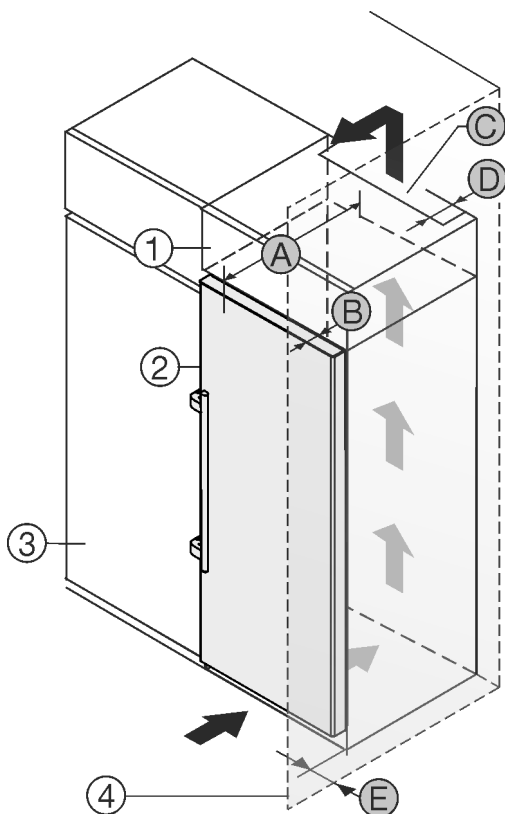

Fig. 2
Sie können das Gerät direkt neben dem Küchenschrank *Fig. 2 (3)* aufstellen.\*
An der Rückseite des Aufsatzschrankes muss ein Abluftschacht mit der Tiefe *Fig. 2 (D)* über die gesamte Aufsatzschrankbreite vorhanden sein.\*
Unter der Raumdecke muss der Entlüftungsquerschnitt *Fig. 2 (C)* eingehalten werden.\*
Wenn Sie das Gerät mit den Scharnieren neben einer Wand *Fig. 2 (4)* aufstellen, dann muss der Abstand zwischen Gerät und Wand mindestens 57 mm betragen. Dies entspricht dem Griffüberstand bei geöffneter Tür.\*
Damit Sie die Tür vollständig öffnen können, muss das Gerät um die Türtiefe *Fig. 2 (B)* gegenüber der Küchenschrankfront vorstehen. Abhängig von der Tiefe der Küchenschränke *Fig. 2 (3)* und Verwendung von Wandabstandshaltern kann das Gerät weiter herausragen.\*